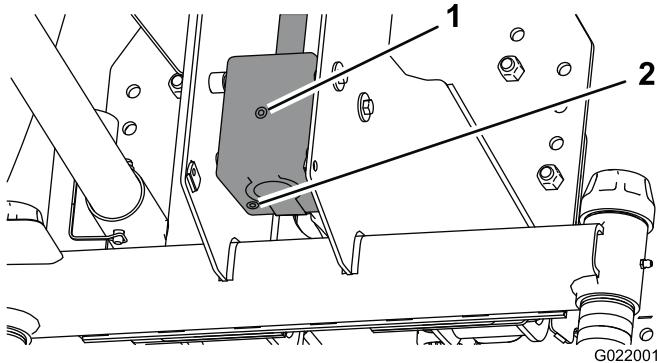

Figura 25
4. Rimuovete il tappo di controllo/ riempimento dalla parte laterale della scatola degli ingranaggi (Figura 25).